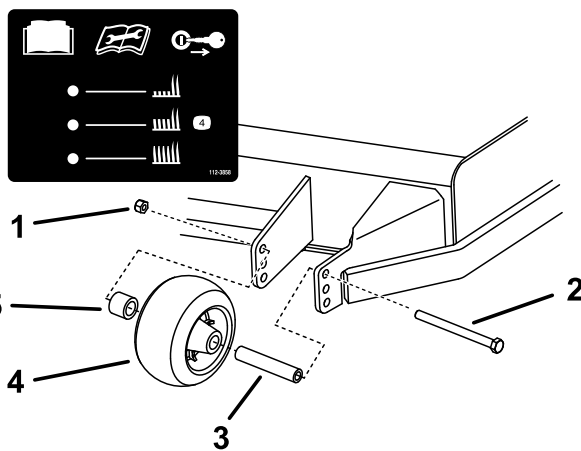
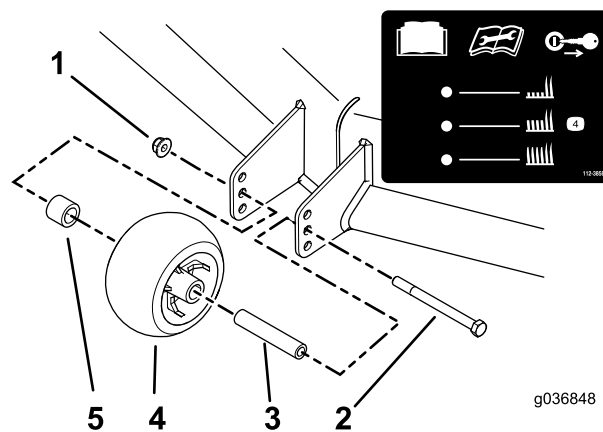

Figura 30
Figura 31
3. Regolate i rulli antistrappo come illustrato nella Figura 30 e nella Figura 31.